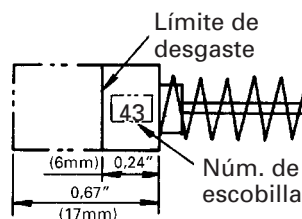

Fig. 8
2. Inspecci3n de la escobillas (Fig. 8)
NOTA: Utilice las escobillas HITACHI N3m. indicadas en la Fig. 8.